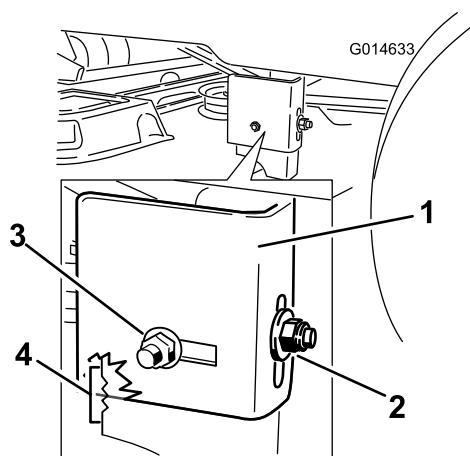

Figura 50
- Spostatevi sul lato sinistro della macchina. Verificate che il bullone a testa tonda laterale sia in posizione fissa o nella scanalatura (Figura 50).
- Se il bullone a testa tonda laterale è in posizione fissa, rimuovete sia il bullone a testa tonda laterale che il dado di bloccaggio laterale dalla posizione fissa e installateli nella scanalatura posteriore (Figura 50).
9. Allentate il dado di bloccaggio posteriore sul supporto di sospensione (Figura 50).